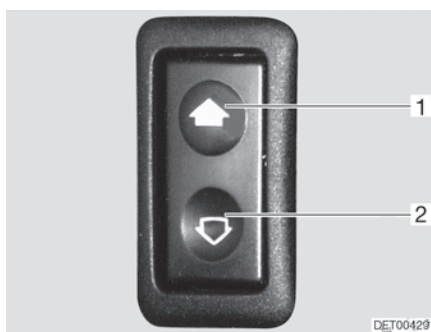

Bild 27 Reglage för elmanövrerad fönsterhiss
**Öppna:** ■ Tryck nedtill (Bild 27,2) på kontakten.
**Stänga:** ■ Tryck upptill (Bild 27,1) på kontakten.